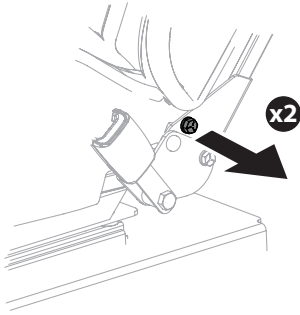

Figure 9
2. Retirer les deux vis (un côté droit, un côté gauche) fixant le siège en position de transport (Figure 9).